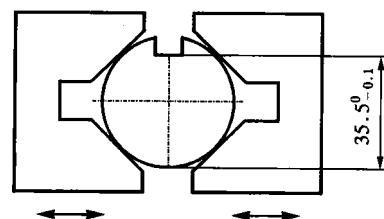

图 1-2 工件的定位基准图
36. 图 1-2 所示工件若改为放在平台上以下母线为定位基准, 则可消除 () 误差。